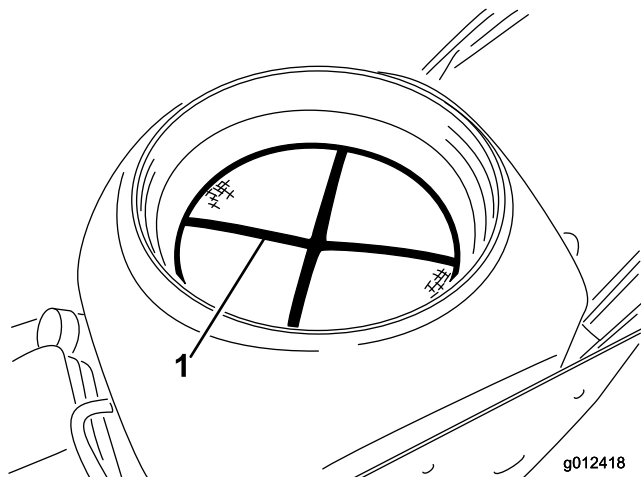

図 30
2. ペイント・タンクのストレーナ（図 30）を外して水洗いする。